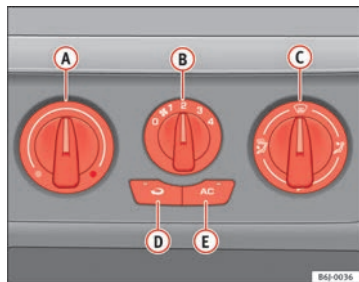

Fig. 95 Mandos del Aire Acondicionado en el tablero de instrumentos
- Desconecte el sistema de refrigeración con la tecla ⇒ fig. 95 **AC** (se apaga el testigo de la tecla).